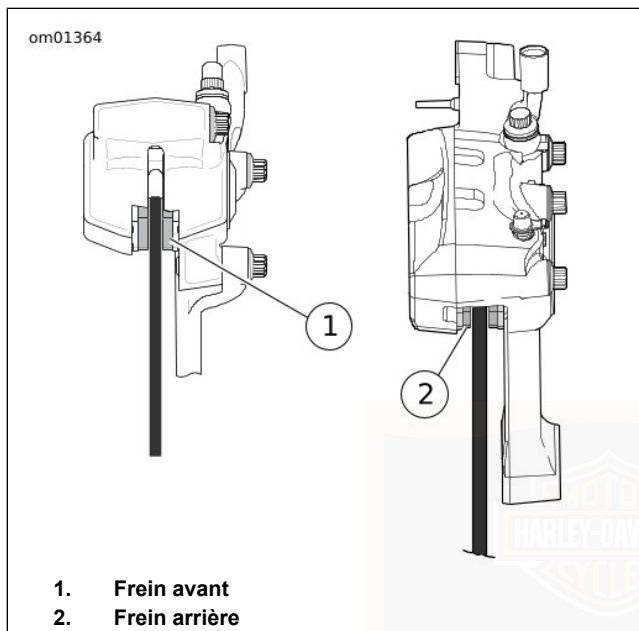

Figure 45. Matériau de friction des freins
1. Voir Figure 45. Vérifier le disque de frein à mesure qu'il tourne. Le disque doit rester centré dans l'étrier de frein.